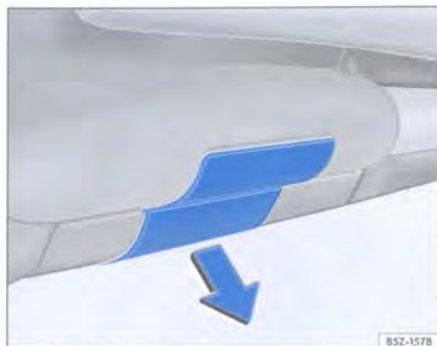

Fig. 141 Puntos de recepción del gato
1. Ubique el punto de recepción del gato ⇒  lo más cercano posible de la rueda que se pretende cambiar. Los 4 puntos son identificados por la cubierta removible de las taloneras exteriores ⇒ fig. 141.
2. Desencastre la cubierta para colocar el gato, tirándola por debajo ⇒ fig. 141 -flecha-.
El gato sólo puede aplicarse en los puntos de recepción indicados ⇒ fig. 141.
- En la versión CrossFox, coloque la cubierta removible de la talonera exterior, siguiendo primero su parte superior ⇒ página 190, fig. 141 y a continuación, presionando la parte inferior hasta encastrarla.